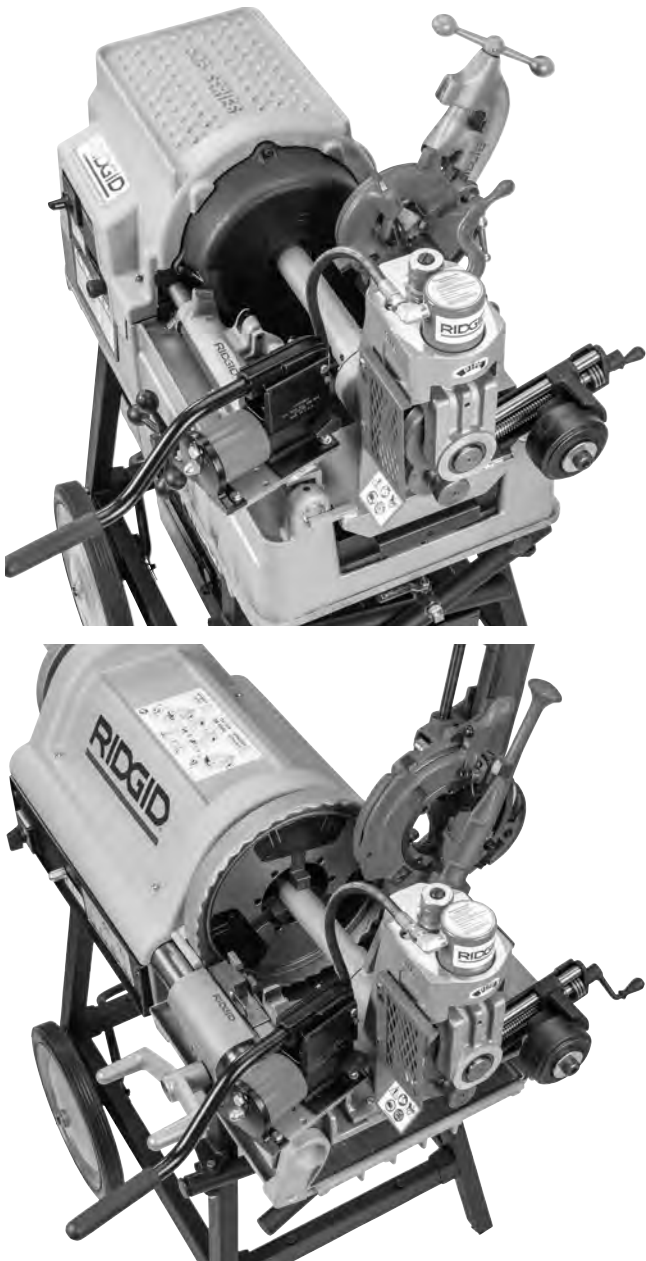

Figura 10 – La ranuradora 918 instalada sobre la roscadora 535 A y la roscadora 1224
5. Estando la ranuradora 918 en el extremo de la roscadora, apriete bien el mandril delantero de la roscadora sobre la barra de accionamiento. Vea la Figura 10.